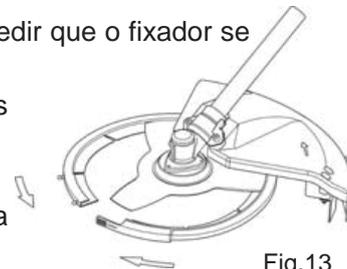

Fig.13
9. Após o trabalho, coloque a protecção no disco para armazenar a máquina e proteger o disco. Fig. 13.